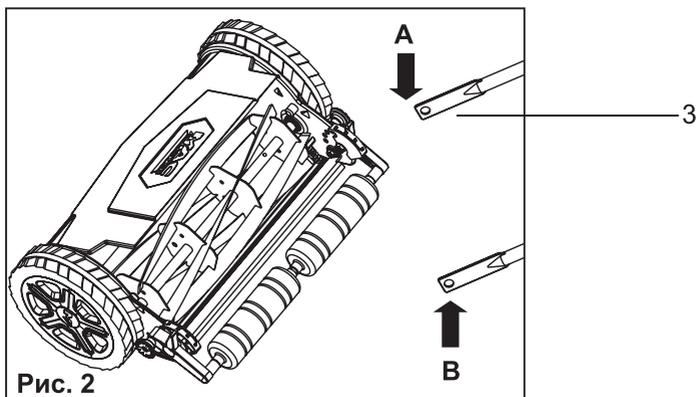

Рис. 2
2. Возьмитесь за части нижней рукоятки (3) в местах, указанных буквами (A) и (B), сожмите эти части по направлению друг к другу и зацепите отверстия на концах нижней рукоятки (3) за крепежные выступы (C) на корпусе газонокосилки. Вставьте шпильки (D) в отверстия каждого выступа (Рис. 2, 3).